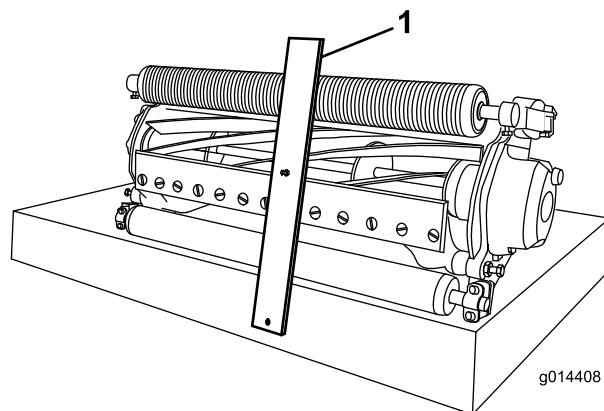

Figura 10
3. Prenda a cabeça do parafuso à extremidade cortante da lâmina de corte e apoie a extremidade traseira da barra no rolo traseiro (Figura 10).